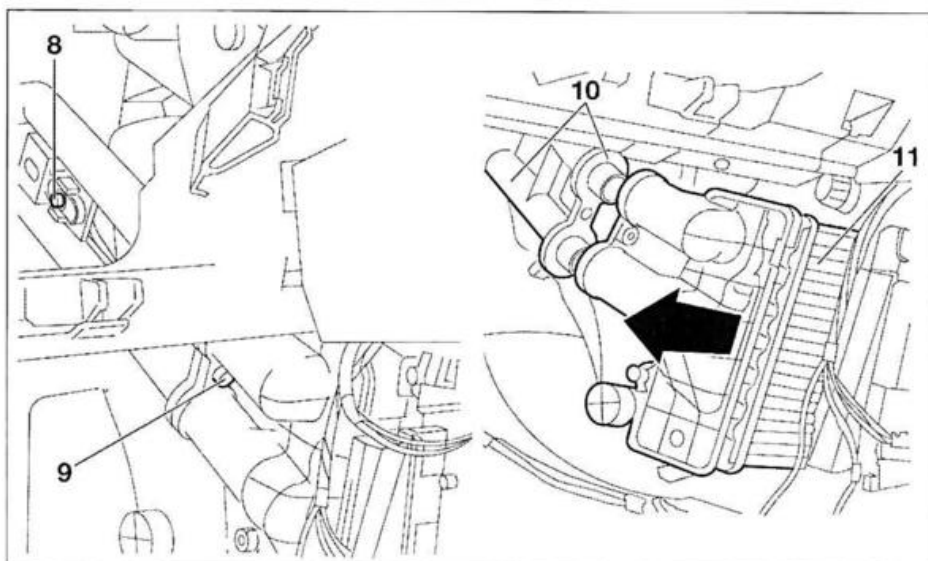

FIG. 18
- Desmontar los tornillos (8) de la brida de sujeción y los (9) de montaje de las tuberías (fig. 18).
- Separar las tuberías (10) del radiador de calefacción (11).